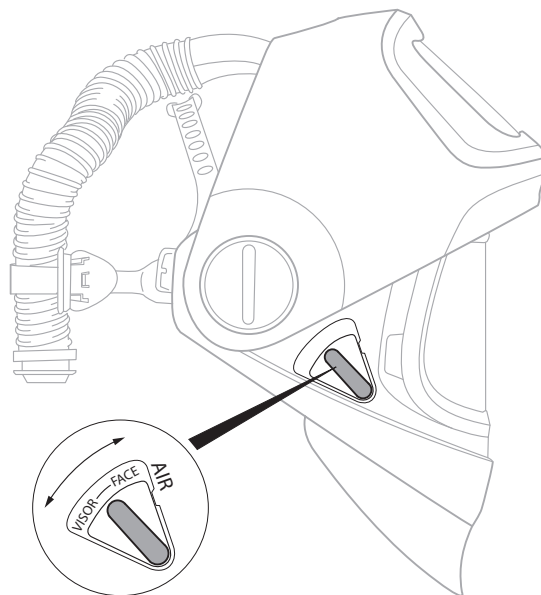

Fig. 8b
- b. Para ajustar el flujo de aire hacia el visor o la cara del usuario, con el flujo de aire que viene desde la parte superior (ARRIBA) de la careta para soldar, ubica la palanca VISOR – FACE (VISOR - CARA) en el lado derecho de la careta para soldar. Ajústela a la posición deseada para el flujo de aire entrante (Fig. 8b). El ajuste impulsa un deflector en la parte superior de la careta para soldar que dirige el aire hacia el visor o la cara del usuario.